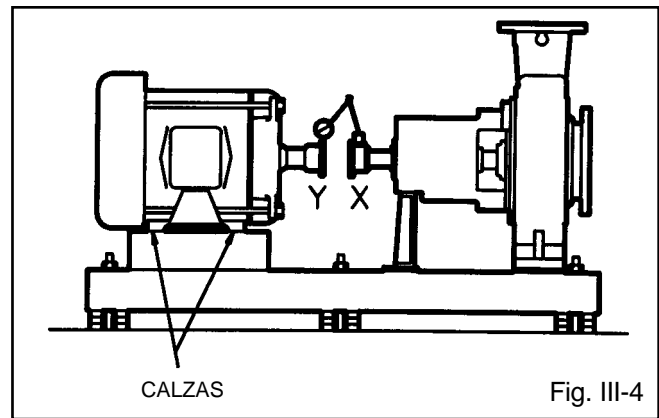

Fig. III-4
**Lectura positiva** – La mitad X del acoplamiento está más arriba que la mitad Y. Corrija esto agregando calzas de un grosor igual a la mitad de la lectura del indicador debajo de cada soporte de la unidad de impulsión (Fig. III-4).